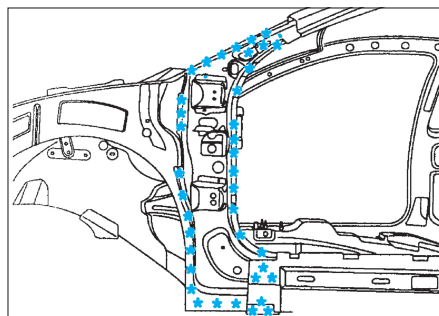

FIG. 50
- Découper par fraisage des points (Fig.50).